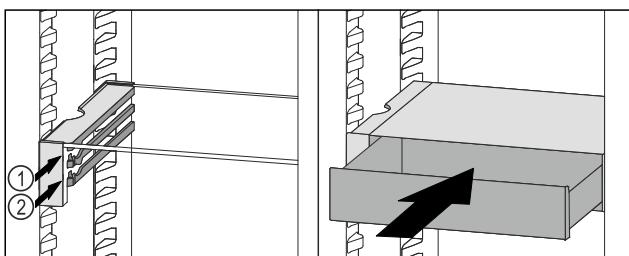

Fig. 140
- Predal VarioSafe namestite za zaustavljalnimi elementi na želeni nastavek Fig. 140 (1) ali Fig. 140 (2).